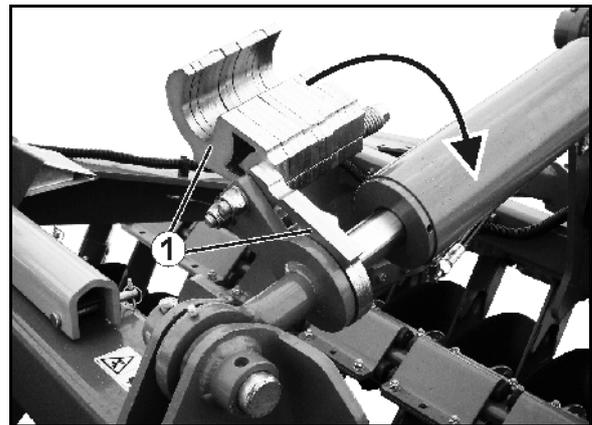

Fig. 36
##### Réglage mécanique de la profondeur de travail en modifiant le nombre d'éléments d'écartement (Fig. 36/1) sur la tige de piston.
#### Réglage hydraulique de la profondeur de travail à l'aide de l'échelle graduée (Fig. 36/1).
- Déplacez la flèche (Fig. 36/2) vers le 0.
- Déplacez la flèche (Fig. 36/2) vers le 12.